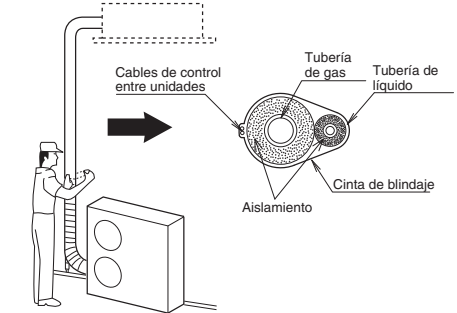

Fig.7-11
- (1) Ahora, a los tubos de refrigerante (y el cableado eléctrico si lo permiten las regulaciones locales) se les deberá colocar la cinta conjuntamente con cinta blindada en 1 agrupamiento. Para evitar que rebese la condensación de humedad por el recipiente de drenaje, mantenga separada la manguera de drenaje de la tubería de refrigerante.
- (2) Envuelva la cinta blindada desde la parte inferior de la unidad exterior hasta la parte superior de la tubería por donde entra en la pared. A medida que envuelve la tubería, superponga la mitad de cinta a cada vuelta que dé.
- (3) Fije el agrupamiento de tubos a la pared, empleando 1 abrazadera aproximadamente a cada metro. (Fig. 7-11)